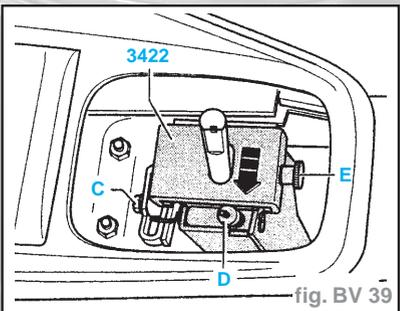

fig. BV 39
- Desserrer la vis (C), tirer le cas échéant le joint en mousse dans la zone de la vis (C) (fig. BV 39).